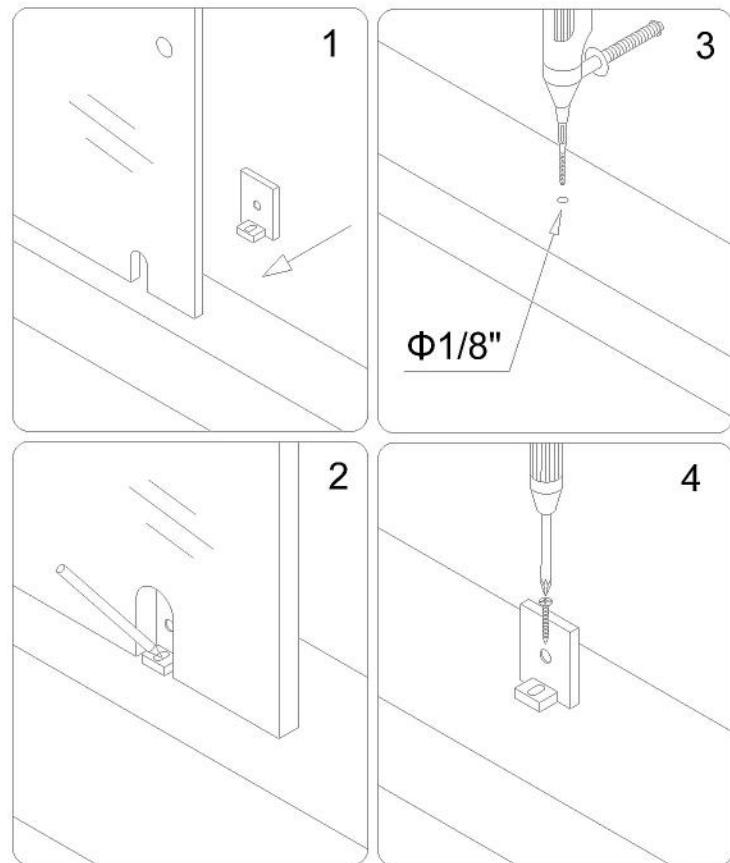

рис. 5
4. Разберите **Нижнюю скобу** (14), поместите опорную часть **Стационарного стекла** (02) в U-образный изгиб изнутри и наметьте отверстие на пороге, поддоне или ванне. Снимите стекло, просверлите отверстие с помощью **сверла Ø1/8** и закрепите опорную часть нижней скобки **Шурупом с полукруглой головкой ST4.2 × 45** (10). См. рис. 5